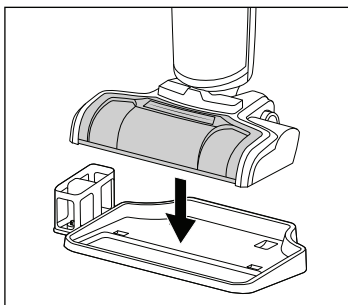

Fig. 45
- ♦ Para guardar el aparato, colóquelo sobre la base **4** de la estación de soporte y limpieza (consulte la fig. 45).